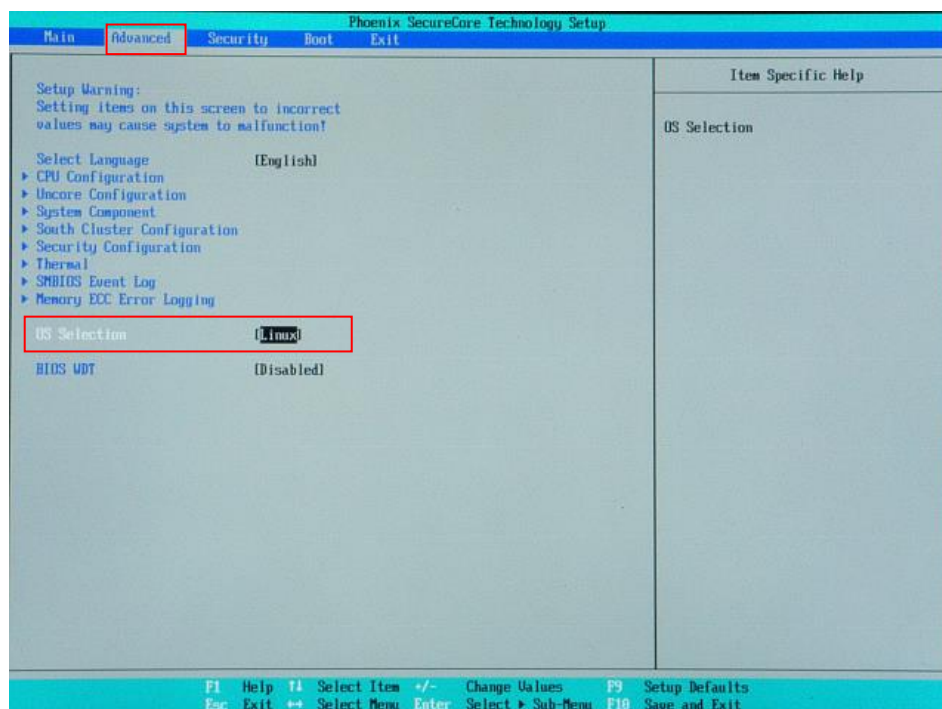

図 5-1-2-1. BIOS 設定 Advanced メニュー
- ⑦ [Boot]メニューを選択します。(図 5-1-2-2)
- ⑧ [USB CD] (接続した USB-DVD ドライブ) を [ATA HDD0] (m-SATA メインストレージ) よりも上に設定します。